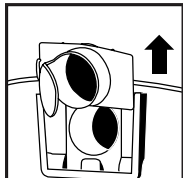

FIGURE 28
40. Déposer le guide du déflecteur d'aspiration. **FIGURE 28.**